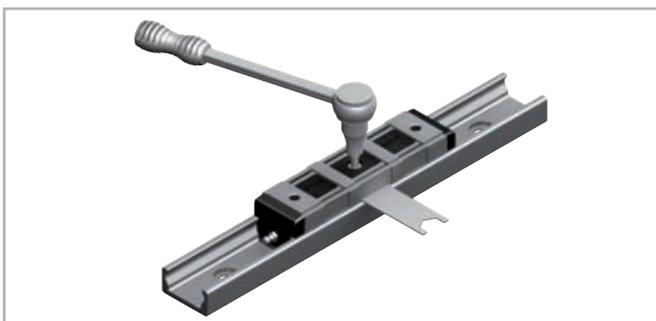

Fig. 98
(7) Pendant que vous maintenez le galet dans la position correcte au moyen de la clé de réglage, vous pouvez serrer avec précaution la vis de fixation. Le couple de serrage exact est vérifié ultérieurement (voir fig. 98 et tab. 42).
(8) Déplacez le patin dans le rail et vérifiez la pré-charge sur toute la longueur du rail. Le patin doit pouvoir être facilement déplacé sans toutefois présenter de jeu par rapport au rail.
(9) Dans le cas de patins avec plus de 3 galets, répétez cette procédure avec chaque galet devant être ajusté. Assurez-vous que tous les galets ont un contact régulier avec les bandes de roulement.
(10) Serrez à présent les vis de fixation au couple de serrage prescrit qui est indiqué dans le tableau. Lors de cette opération, la clé plate doit maintenir le galet dans sa position inclinée. Un filetage spécial dans le galet bloque cette position réglée.
(11) Montez ensuite les racleurs des patins CSW et CDW et assurez la lubrification correcte des pistes de roulement.